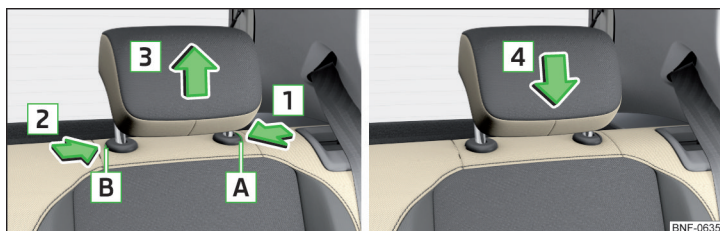

Fig. 54 Retirar/colocar o apoio de cabeça traseiro
- Manter o botão de segurança **A** premido no sentido da seta **1**, em simultâneo pressionar com a chave do veículo o botão de segurança na abertura **B** no sentido da seta **2** e retirar o apoio no sentido da seta **3** » Fig. 54.